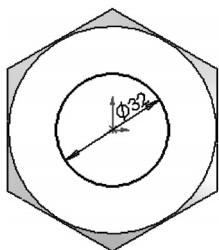

图 5-116 标注的草图 3
3) 标注尺寸。单击“草图”面板中的 (智能尺寸) 按钮，标注圆的直径，结果如图 5-116 所示。